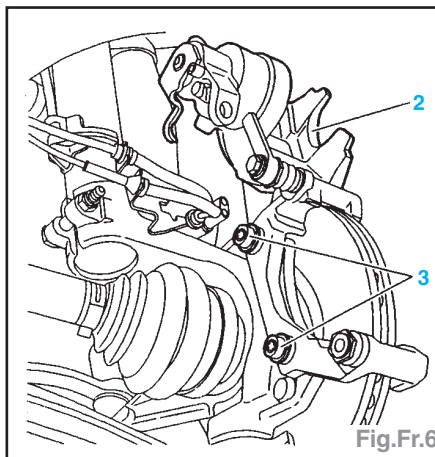

Fig.Fr.6
Déposer (Fig.Fr.6) :
- les vis (3) (Fig.Fr.6),